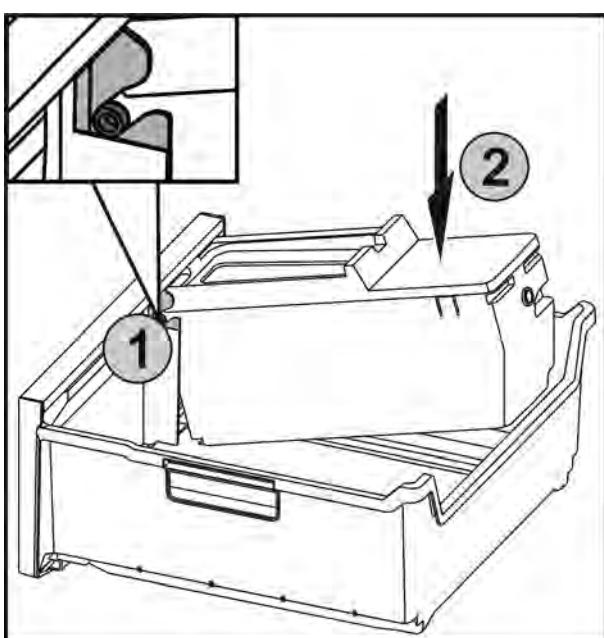

Fig. 40
- Вставить оси Fig. 40 (1) на EasyTwist-Ice в направляющие и вдавить заднюю сторону Fig. 40 (2) до фиксации накладки.